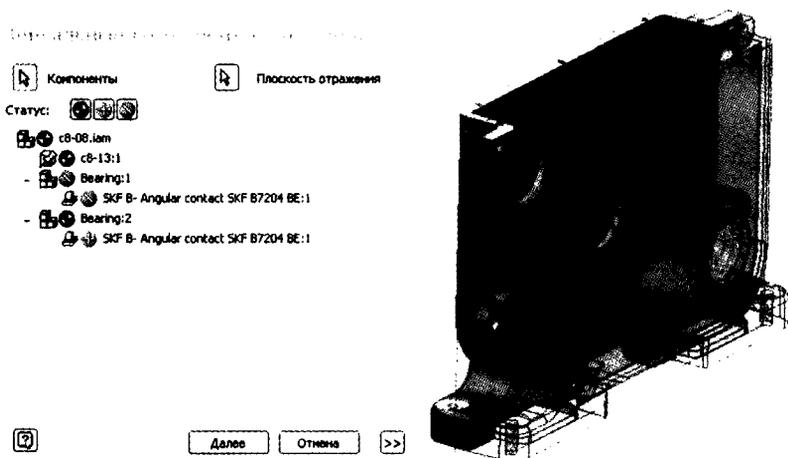

Рис. 8.18. Предпросмотр зеркальных и родительских компонентов
7. Ваш экран должен выглядеть, как рис. 8.18. Щелкните **Далее**.